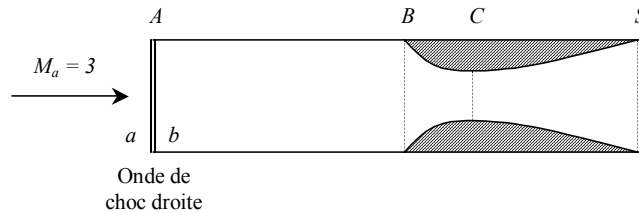

FIG. 4 – Schéma de principe d'un statoréacteur fonctionnant à Mach 3.
Un statoréacteur fonctionne suivant le même cycle thermodynamique qu'un turboréacteur (compression, combustion, détente). La différence vient du fait que, conçu pour n'être efficace qu'à Mach supersonique, il utilise les propriétés des ondes de choc pour comprimer l'air entrant et permet donc de se dispenser d'un compresseur. La turbine devient alors inutile de sorte que toutes les machines tournantes du turboréacteur peuvent être supprimées (d'où le nom de statoréacteur), conduisant ainsi à un moteur combinant simplicité et efficacité. On se propose ici d'effectuer une première analyse de l'écoulement à l'intérieur d'un statoréacteur très simplifié. Ce dernier est supposé constitué d'un corps cylindrique (AB) de section $A_b = 1 \text{ m}^2$ faisant office de chambre de combustion et suivi d'une tuyère convergente-divergente (BCS) (Cf. figure 4). La section au col de la tuyère est désignée par A_c et la section de sortie a pour valeur $A_s = A_b = 1 \text{ m}^2$. Ce statoréacteur est testé à une altitude simulée de 10 km où l'on a mesuré la pression statique $p_a = 0.3 \text{ bar}$ et la température $T_a = 230 \text{ K}$. L'air sera considéré comme un gaz parfait et on prendra $r = 287 \text{ J/kg/K}$ et $\gamma = 1.4$. On ne considérera ici que le cas inerte sans combustion (i.e., sans injection de kérosène). Dans les conditions décrites précédemment, on admettra qu'il se forme une onde de choc droite à l'entrée A de la chambre de combustion.